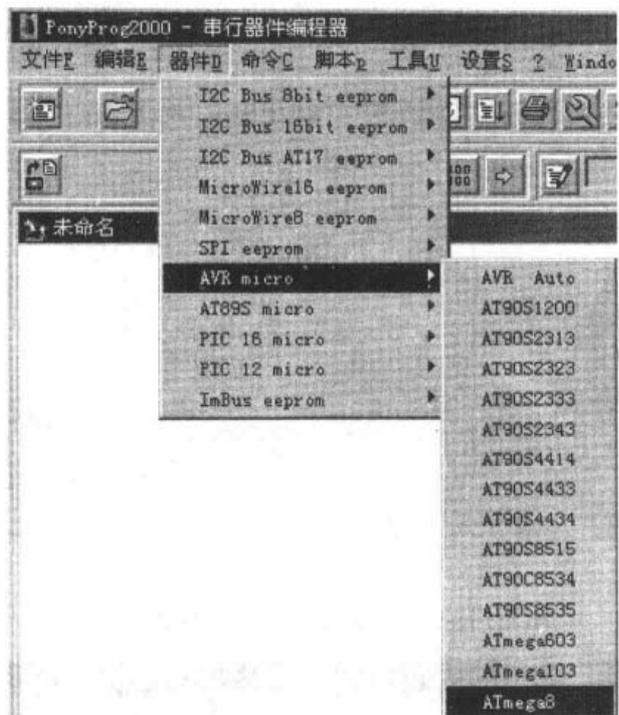

图 4.17 器件选择
(5) 器件选择：先选 AVR micro，再选用 ATmega8，如图 4.17 所示。